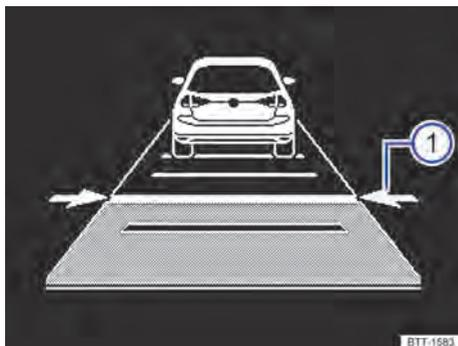

Fig. 124 No display do instrumento combinado: distância regulada ① (representação esquemática, ACC regula).
O display do instrumento combinado exibe o nível ajustado → Fig. 124 ①. Observar os requisitos para a distância mínima específicos do país.